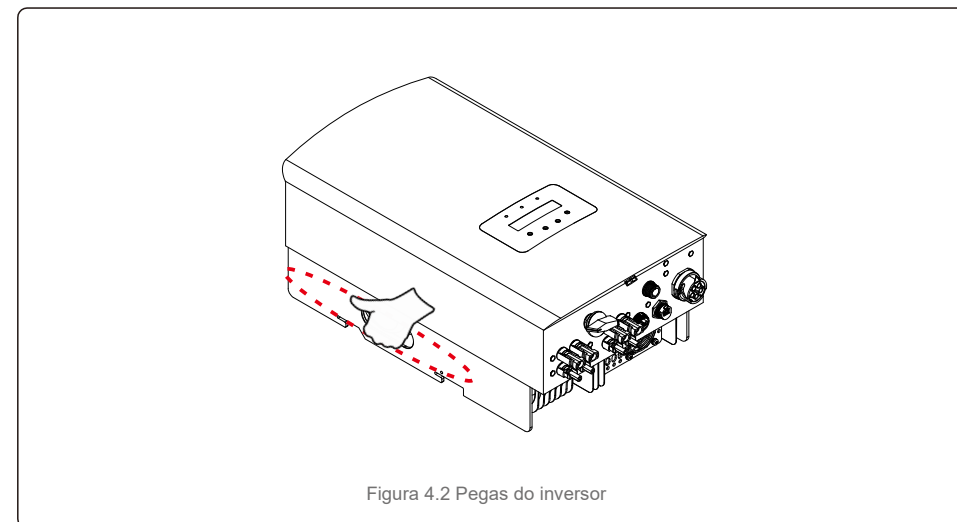

Figura 4.2 Pegas do inversor
2. Abra a caixa e manuseie os dois lados do inversor pela área indicada pela linha pontilhada. (veja a figura 4.2).